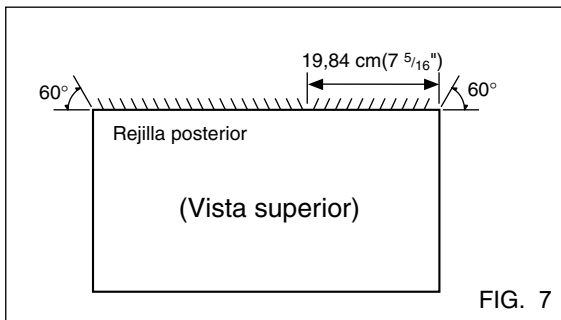

FIG. 7
- 1** Coloque la dirección de la rejilla en la parte posterior del alojamiento de la pared en un ángulo de 60° según se muestra en la FIG 7. Se recomienda el uso de tenazas.